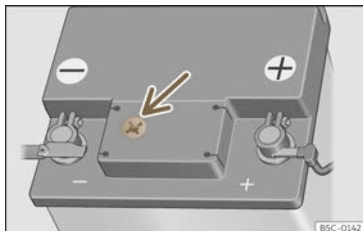

Abb. 238 Sichtfenster an der Oberseite der 12-Volt-Fahrzeugbatterie (Prinzipdarstellung).
- Prüfen Sie die Farbanzeige im runden Sichtfenster an der Oberseite der Batterie >>> (**Abb. 238**).